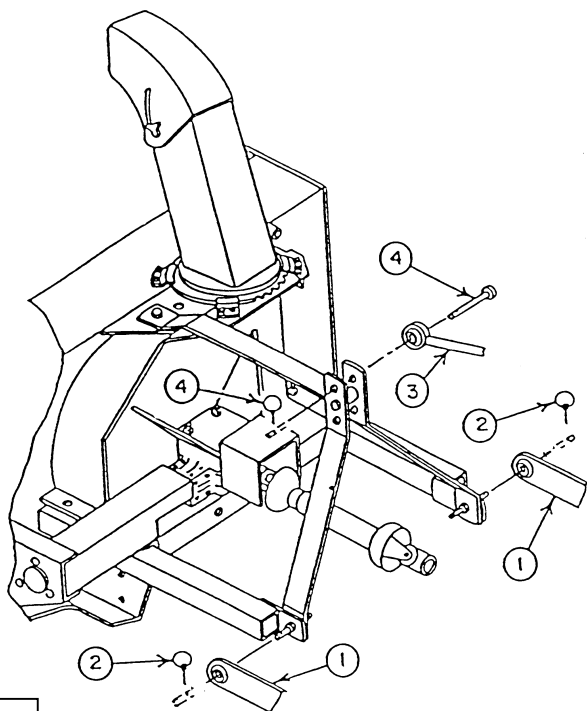

Figure 5
1. Fixez les bras d'attache inférieurs du tracteur (fig.5, item 1) aux fers plats de la souffleuse se servant des goupilles d'attache et fixez avec des goupilles à anneau (fig.5, items 2).
2. Installez l'attache supérieure du tracteur (fig.5, item 3) dans le trou supérieur des fers plats de la souffleuse en utilisant la goupille et la goupille à anneau du tracteur (fig.5, items 4).
2. Détachez le bras ajustable supérieur en retirant la goupille à anneau et la goupille du bras ajustable (fig.5, items 4).
4. Délicatement, détachez les bras ajustables inférieurs (fig.5, items 1) en retirant les goupilles à anneau (fig.5, items 2) et desserrer les bras anti-oscillation.